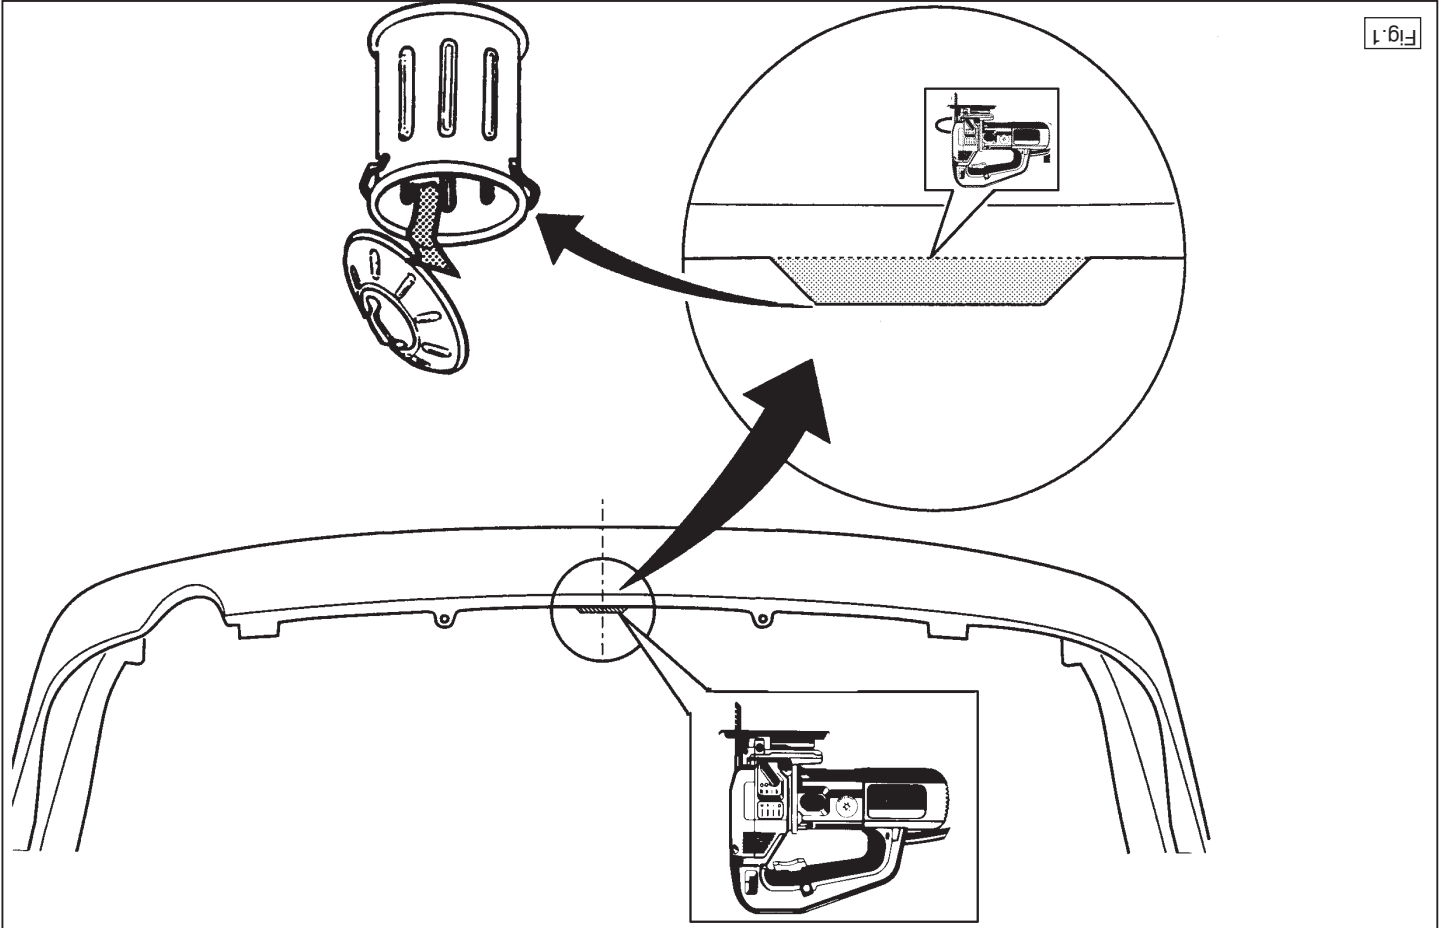

Fig. 1
1. Demonteer de bumper. Let op! Achter het spatbord en in de kofferbak dient men de moeren te verwijderen. Zaag, indien aanwezig, overeenkomstig fig.1 de lip van de onderzijde van de bumper.
1. Remove the bumper. Take care! The M6 nuts behind the mud guard in the boot should be removed. Saw the lip off the underside of the bumper as shown in fig.1
1. Die Stößstange abmontieren. Achtung! Hinter dem Kotblech und im Kofferraum sind die M6-Muttern zu entfernen. Gemäß fig.1 die Lippe von der Unterseite der Stößstange absägen.
1. Stötfångaren demonteras. Obs! Bakom stänkskyddet samt i bagageutrymmet demonteras muttrarna M6. Fliken sågas från stötfångarens undersida. Se fig.1.
1. Demontar el parachoques. ¡Atención! Detrás del guardabarros y dentro del maletero hay que retirar las tuercas M6. Serrar de acuerdo con la fig. 1 la lengüeta del lado inferior del parachoques.
1. Demontar kofangeren. Obs! Bag stænkskærmen og i bagagerummet monteres de anbragte M6 møtrikker. Sav ifølge fig. 1 hagen af på kofangerens underside.
1. Smontare il paraurti. Attenzione! Rimuovere i bulloni dietro il parafrangente e all'interno del bagagliaio. Segare via la linguetta dalla parte inferiore del paraurti, come indicato in fig.1.